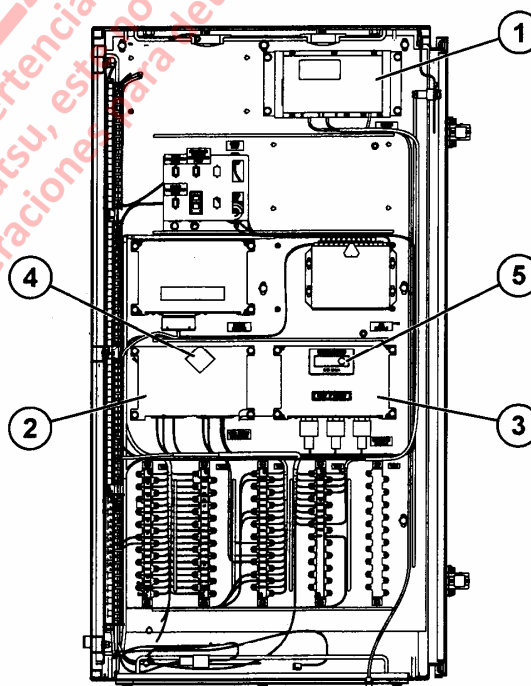
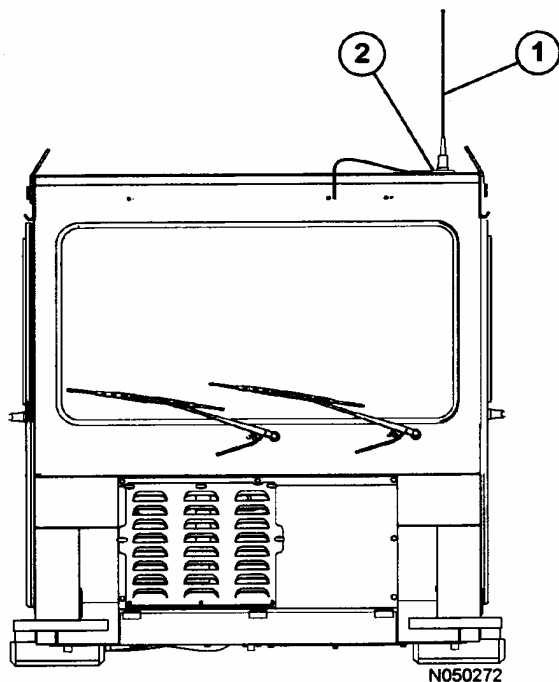

FIGURA 11-1. COMPONENTES DEL SISTEMA VHMS
FIGURA 11-3. ANTENA ORBCOMM
El centro del sistema VHMS es el controlador VHMS, que recopila los datos sobre la operación del camión de los sensores y demás controladores instalados en el camión. Consulte la Figura 11-1 para una descripción de los componentes del sistema VHMS.
El controlador VHMS (2, Figura 11-1) procesa los datos recibidos de controladores externos y almacena los siguientes datos en memoria interna.
La comunicación al satélite (usando OrbComm) se produce automáticamente, pero sólo envía ítems de datos críticos. El controlador OrbComm (1, Figura 11-1) se encuentra ubicado dentro del gabinete auxiliar. La antena OrbComm (1, Figura 11-3) está montada en el extremo delantero izquierdo de la cabina por medio de un montaje magnético (2).
El controlador del VHMS se enciende con el interruptor de partida del camión (circuito 712). Inmediatamente después de recibir la señal del interruptor de partida, el controlador del VHMS comienza su secuencia de inicialización de encendido. Esta secuencia toma aproximadamente tres segundos, durante dicho período los dígitos de LED (4, Figura 11-1) en la parte superior de la unidad del controlador del VHMS desplegará una secuencia circular de segmentos de LED destellando. El controlador del VHMS no soportará una conexión desde un PC laptop o una extracción de datos manual durante este tiempo de inicialización.